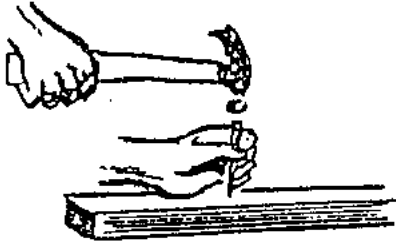

FIG. 73
- c) **BOTADOR DE CLAVOS.** - Es una herramienta de acero templado, se usa con el martillo para hundir clavos sin cabeza (fig. 73).